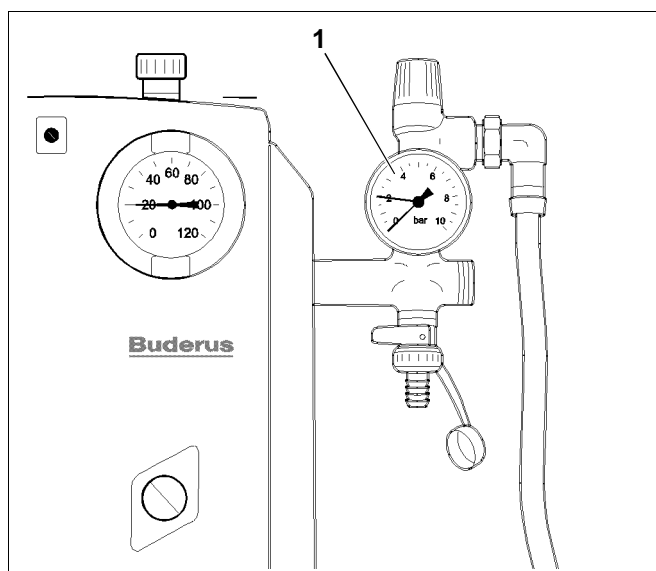

Fig. 24 Gruppo di sicurezza con manometro
- I Se all'inserimento/spegnimento della pompa di circolazione, l'indicatore nero del manometro (fig. 24, **pos. 1**) mostra oscillazioni di pressione, l'impianto non è esente d'aria e deve essere ulteriormente disaerato. Per la viscosità del fluido solare, in questo liquido l'aria viene legata in maniera molto più forte che nell'acqua pura. Pertanto il disaeratore si può nuovamente chiudere soltanto alla conclusione del procedimento di disaerazione (funzionamento della pompa di circolazione per più ore).